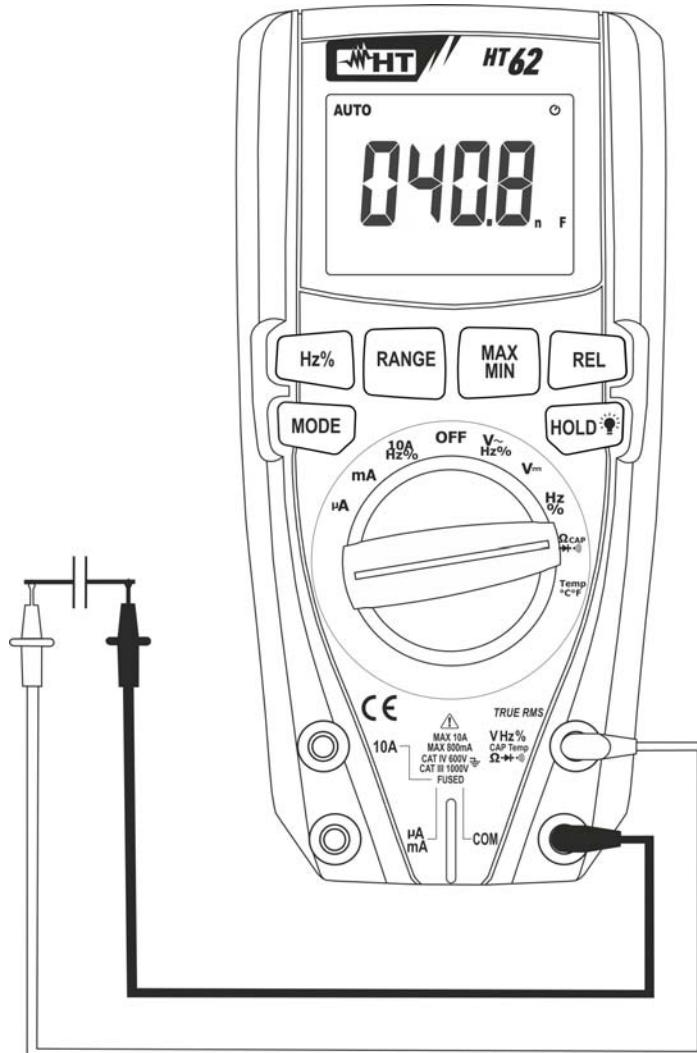

Abb. 7: Verwendung des Gerätes für Kapazitätssmessung
5. Verbinden Sie die Messleitungen mit den beiden Enden des zu messenden Kondensators und dabei achten Sie, wenn nötig, auf die positive (rotes Kabel) und negative (schwarzes Kabel) Polarität (siehe Abb. 7). Der Kapazitätswert erscheint auf dem Display.